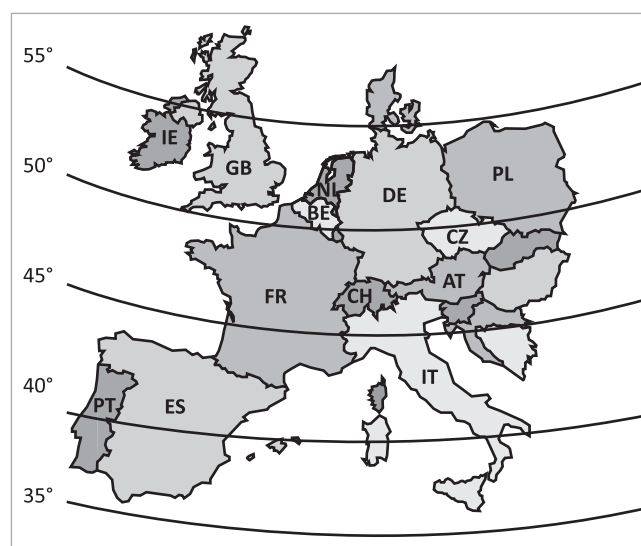

Fig. 7 : latitudes en Europe
- La $\Rightarrow$ fig. 7 indique la latitude de votre lieu d'installation.